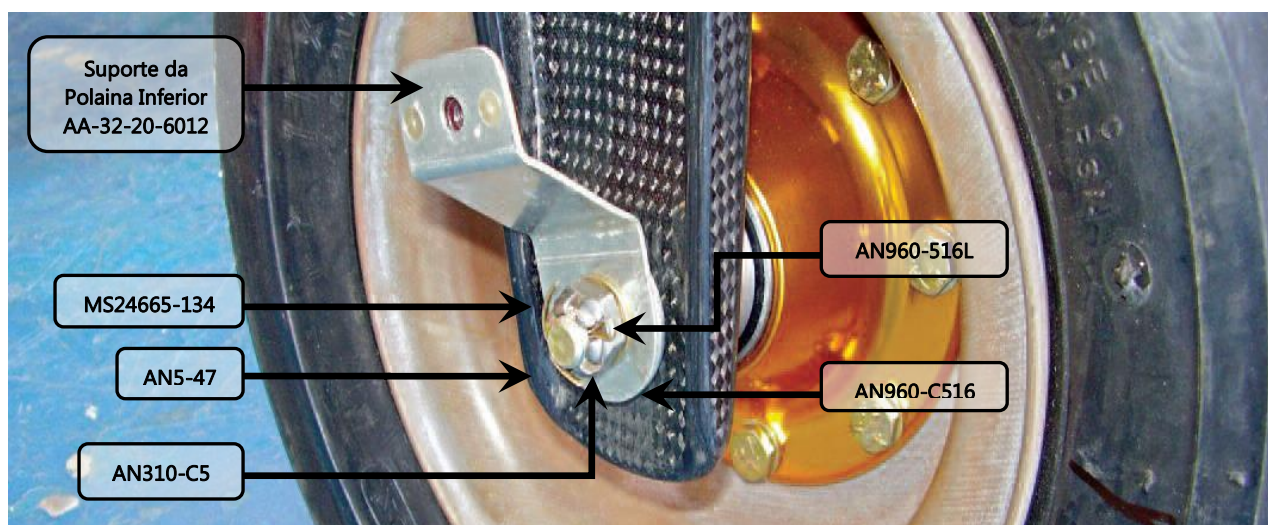

Figura 32.40.32 – Elementos da instalação da roda.
3. Remover o contra-pino mostrado na figura 32.40.32 com um alicate de corte;
4. Remover a porca, indicados na figura 32.40.32, com o auxílio de duas chaves combinadas de 1/2";